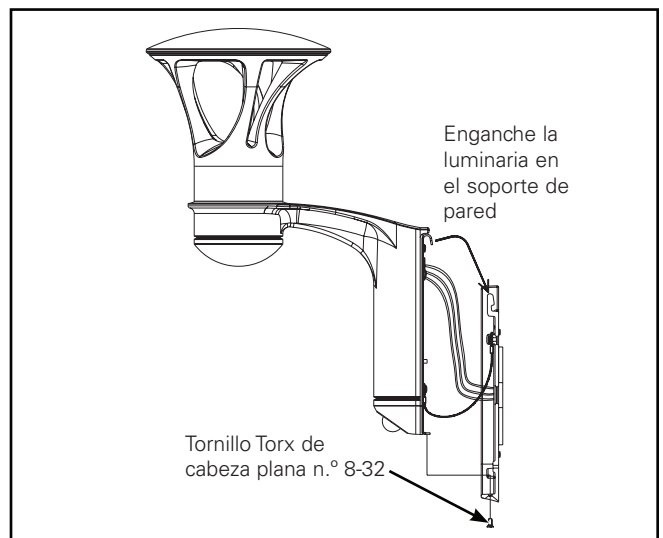

Figura 5
### **Cómo instalarlo (Figura 1. - Figura 5.)**
7. Levante la luminaria y engánchela en la placa de pared, luego deslícela hacia abajo. Bloquee la luminaria en su lugar con el tornillo del portacasquillo avellanado n.º 8-32. (Figura 5.)